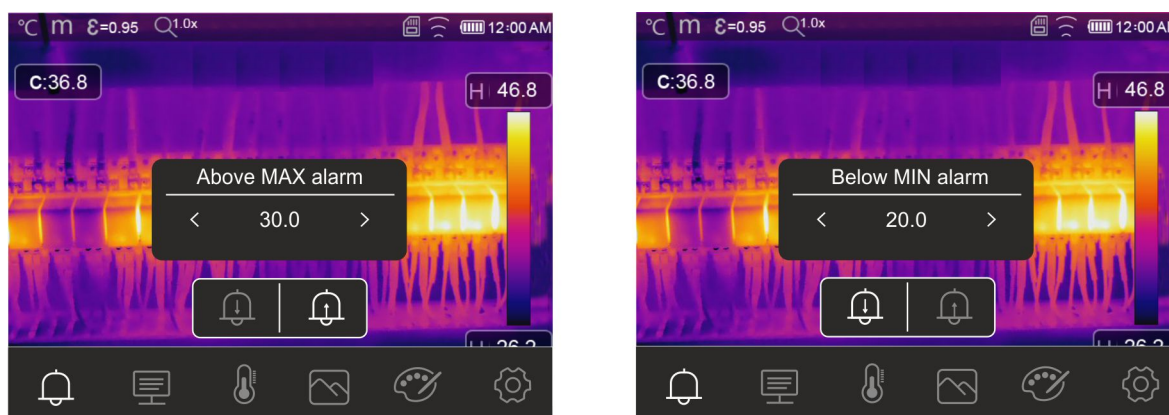

Fig. 44: Configuración umbrales límite de las alarmas
3. Toque el icono “🔔” para definir el valor de umbral superior asociado a la alarma. La pantalla de Fig. 44 – parte izquierda se muestra en el visualizador
5. Toque el icono “🔔” para definir el valor de umbral inferior asociado a la alarma. La pantalla de Fig. 44 – parte derecha se muestra en el visualizador